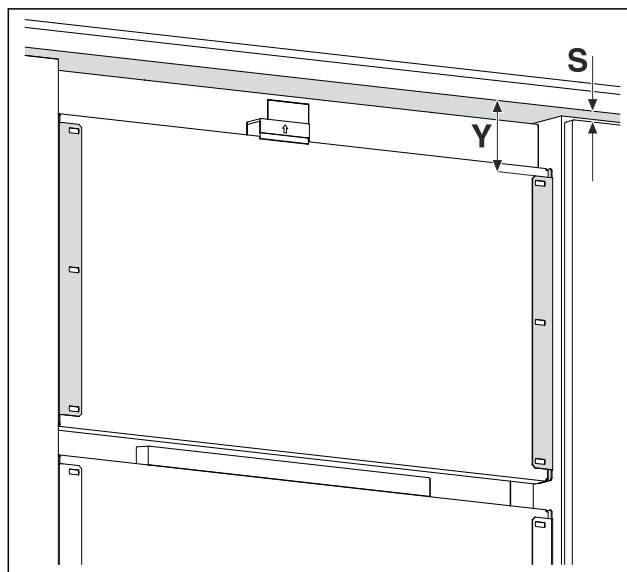

Fig. 17 Príkladné zobrazenie
- Odmerajte vzdialenosť Fig. 17 (Y) od dolnej hrany prednej časti nábytku k pridržiavaciemu uholníku.
- Odmerajte rozmer medzery Fig. 17 (S) od dolnej hrany prednej časti nábytku k hornej hrane nábytkových dvier.